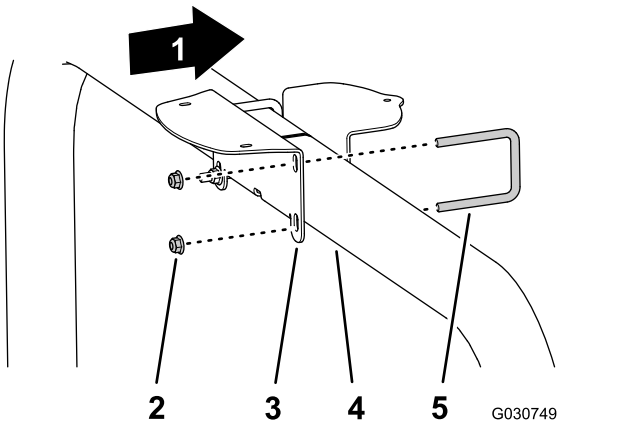

Figura 143
- Si la máquina está configurada con un sistema GNSS (sistema global de navegación por satélite) con sistema WAAS (sistema de aumento de área ancha), monte el soporte del receptor en el tubo del ROPS (Figura 143) con 2 pernos en U y 4 contratuercas con arandela prensada (3/8").